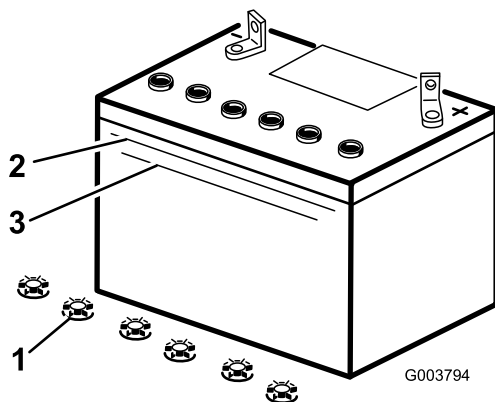

Figura 37
2. Mire hacia el lateral de la batería. El electrolito debe llegar a la línea superior (Figura 37). No permita que el electrolito esté por debajo de la línea inferior (Figura 37).
3. Retire los tapones de llenado de la batería (Figura 37).
4. Vierta lentamente agua destilada en cada célula de la batería hasta que el nivel de electrolito llegue a la línea superior (Figura 37) de la caja de la batería.
5. Espere de cinco a diez minutos después de llenar las células de la batería. Añada agua destilada, si es necesario, hasta que el nivel de electrolito llegue a la línea superior (Figura 37) de la caja de la batería.